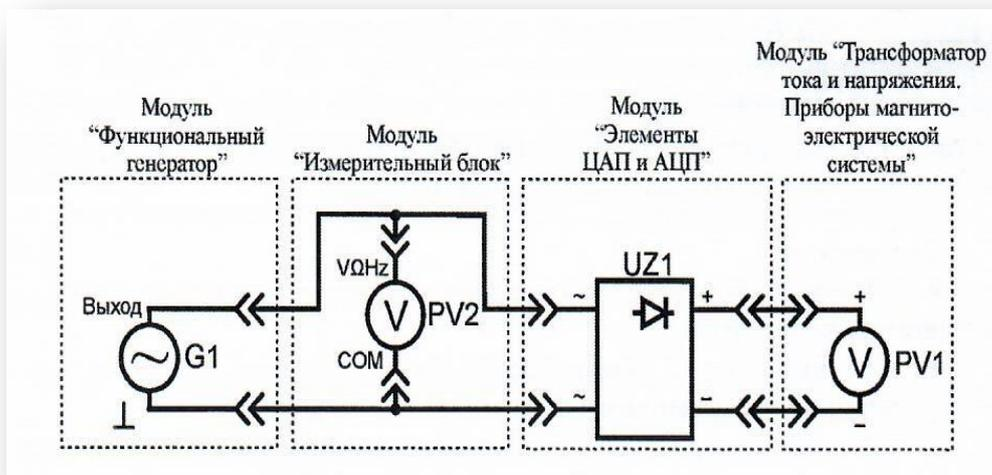

Рис. 26. Схема электрическая соединений лабораторных модулей для определения полосы пропускания вольтметров
1. Согласно схеме (рис. 26) выполнить электрические соединения модулей для определения полосы пропускания вольтметров. **Монтаж схемы производить при отключенном питании.**